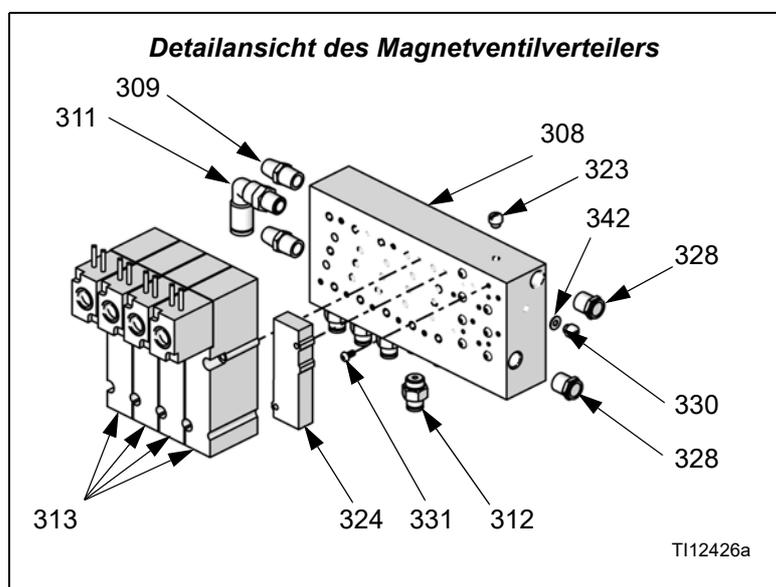

ABB. 20: Wandmontierte Materialstation
3. Entfernen Sie 4 Schrauben (303). Entfernen Sie die Steckersicherungs-schrauben an der Außenseite des Gehäuses (301). Bauen Sie die Platine (302) aus. ABB. 20.
4. Bauen Sie eine neue Platine (302) mit 4 Schrauben (303) ein.